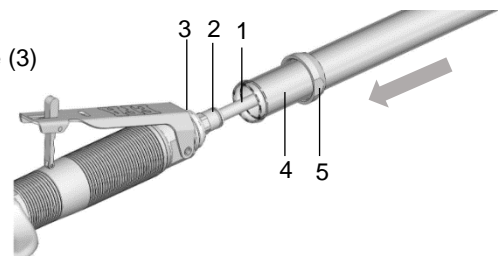

Abb. 5.1 – Druckluft-Schlauchanschluss
1) Druckluftschlauch (1) vollständig in die Einschraubverschraubung (2) am Ventilgehäuse (3) der EFA CT einschieben, achten sie auf einen sicheren Halt. s. Abb. 5.1.
2) Abluftschlauch (4) durch Überwurfmutter (5) führen und auf Ventilgehäuse des EFA CT schieben. s. Abb. 5.1
3) Überwurfmutter (5) an Ventilgehäuse (3) des EFA CT schrauben. s. Abb. 5.1.